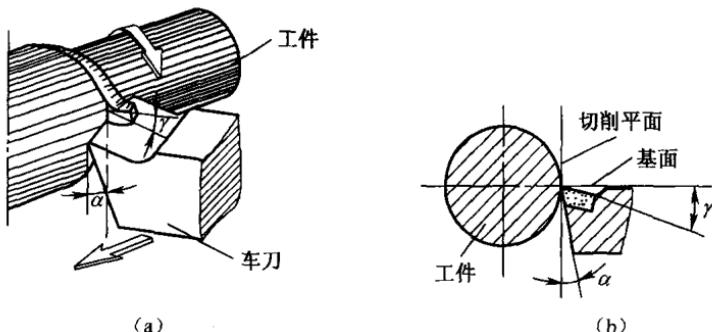
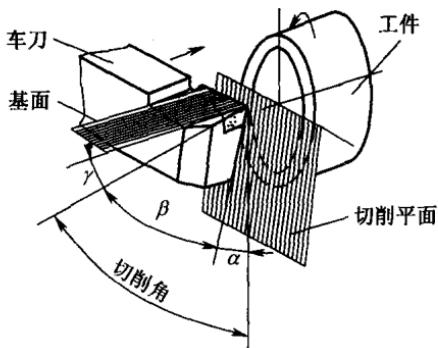

图 1-13 车外圆时的前角和后角
图 1-14 车端面时的前角和后角
(1) 前角  $\gamma$  和后角  $\alpha$  车刀前角是前刀面和基面之间的夹角;车刀后角是后刀面和切削平面之间的夹角。图 1-13 所示是车外圆时的前角和后角,图 1-14 所示是车端面时的前角和后角。